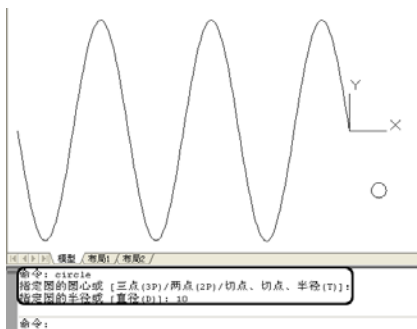

图 10.91 绘制圆形
(3) 在右视图中绘制直径为 10 的圆形,如图 10.91 所示。